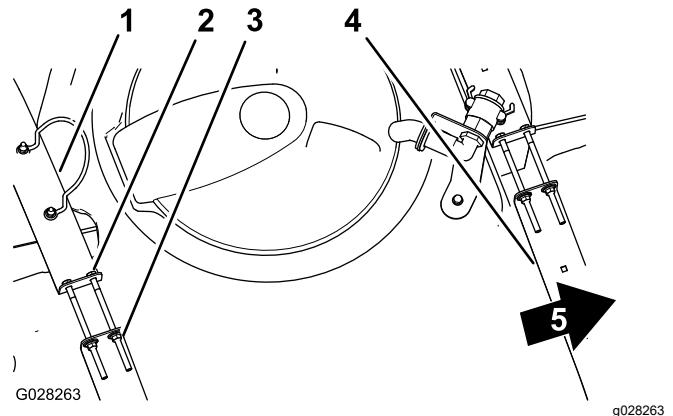

Рисунок 32
2. Убедитесь в отсутствии люфта между хомутами и баком (Рисунок 32).
3. Если хомуты вокруг бака ослаблены, затяните фланцевые контргайки и болты в верхней части хомутов заподлицо с поверхностью бака (Рисунок 32).